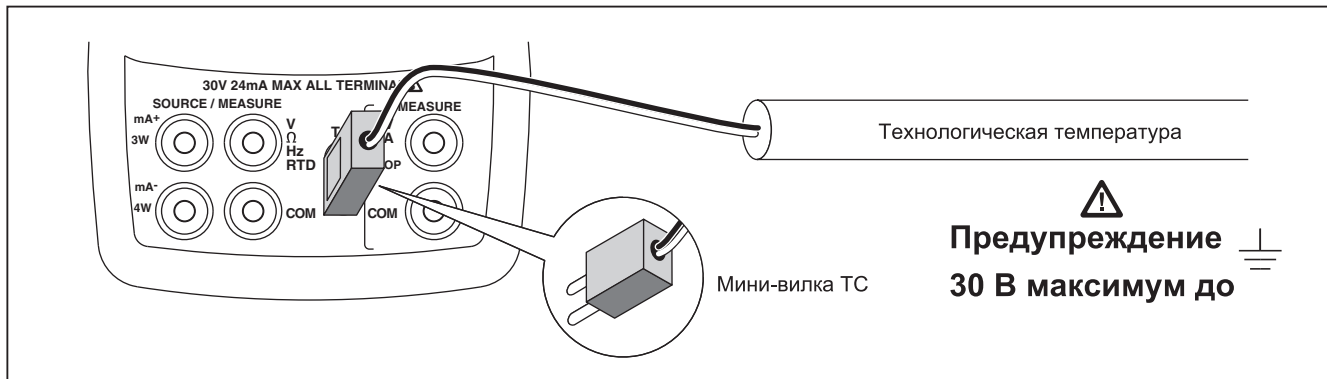

Рис. 10. Измерение температуры с помощью термопары
1. Подключите провода термопары к соответствующему мини-штекеру TC, а затем к входу/выходу TC, как показано на рис. 10.